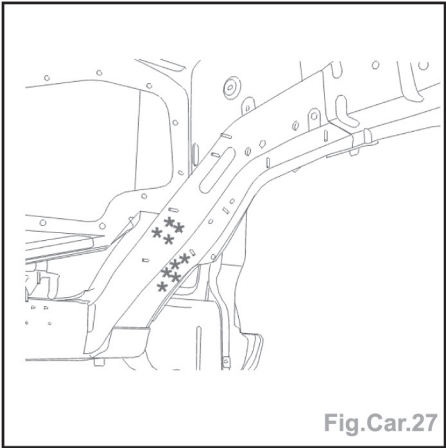

Fig.Car.27
- Déposer la fermeture de brancard partielle et découper par fraisage des points (Fig.Car.27).